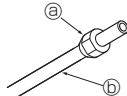

Fig. 5-5
5.2.3. Mutterin kiinnittäminen (Fig. 5-5)